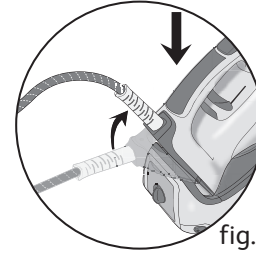

fig. 8
- Un aimant permet de tenir l'arceau sur le talon et ainsi faciliter le rangement de votre générateur. – **fig.8**.